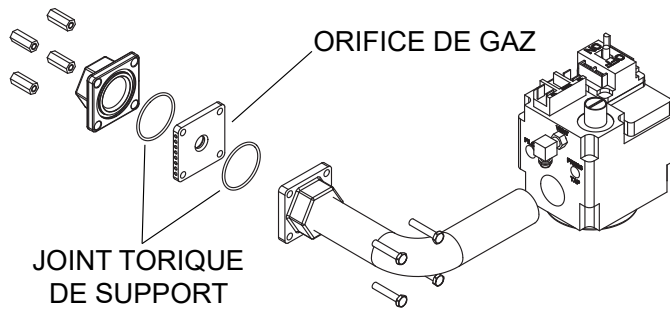

Figure 65. Emplacement de l'orifice
4. Retirez les quatre boulons et écrous qui maintiennent l'orifice de gaz en place. Voir **Figure 65**.